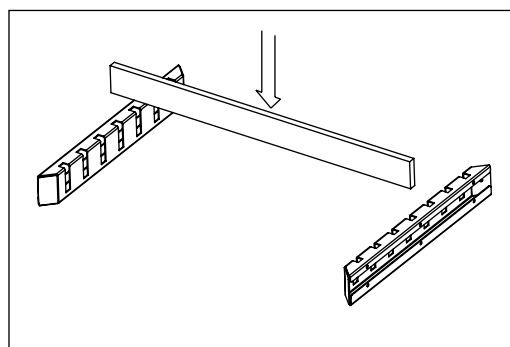

Fig.6.1
- inserire la barra per gancera negli appositi supporti (Fig. 6.1)